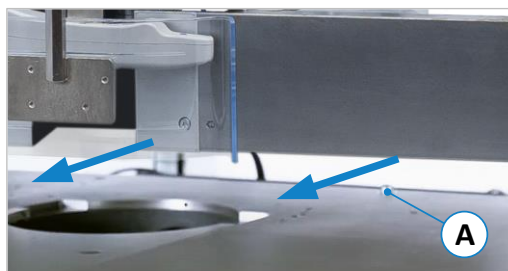
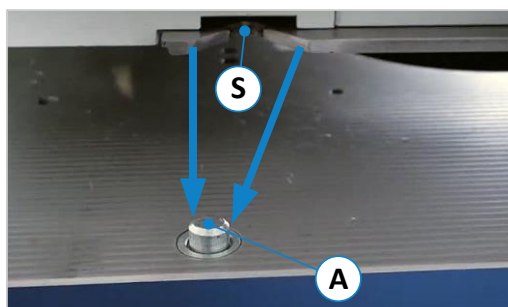

Abbildung 54: Mittig über Frässpindel bewegen
Abbildung 55: Öffnung an Arretierbolzen ausrichten
- Bewegen Sie den Anschlag mithilfe einer zweiten Person, mit einem geeigneten Hebezeug oder mit der optionalen Wegschwenkvorrichtung über den Maschinentisch, so dass er sich ungefähr mittig über der Frässpindel befindet (⇒ Abbildung 54).
- Stellen Sie sich nun auf die Maschinenrückseite und ziehen den Anschlag mit der Schwalbenschwanz-Führung (S) so nahe wie möglich gegen den Arretierbolzen (A).
- Den Anschlag nun absetzen und den Rest von Hand so verschieben, dass der Arretierbolzen (A) sicher in der Aufnahme (S) einrastet (⇒ Abbildung 55).